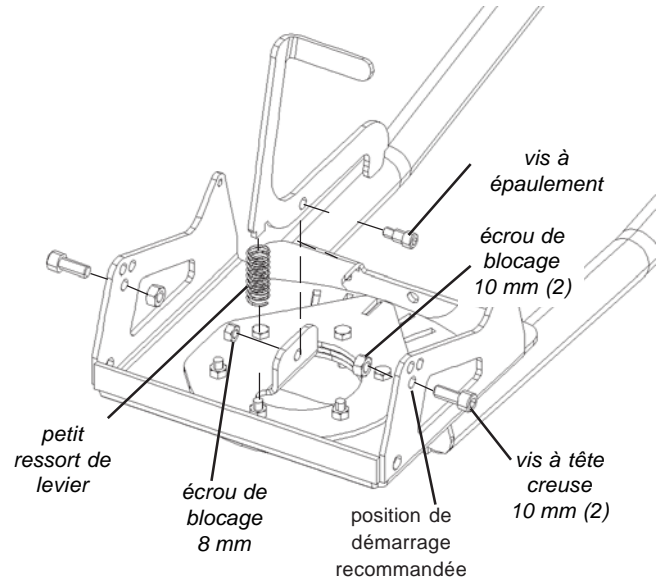

Figure 1 Assemblage du levier de la lame
1. Assemblez le bras de levier de lame tel qu'illustré à la figure 1. Introduisez un boulon à épaulement de 10 mm de diamètre du côté du bras de levier en le faisant sortir par le trou central de la base de lame. Terminez avec un écrou de blocage de 8 mm de diamètre. Serrez jusqu'à ce que le bras de levier soit fermement placé contre la base de lame, puis desserrez jusqu'à ce que le bras de levier tourne librement.
2. Fixez deux vis à tête creuse aux brides latérales de la base de lame tel qu'indiqué à la figure 1. Placez une vis à tête creuse dans l'un des trois trous de la bride latérale et placez l'autre de façon identique sur le côté opposé. Terminez avec un écrou de blocage de 10 mm de diamètre.